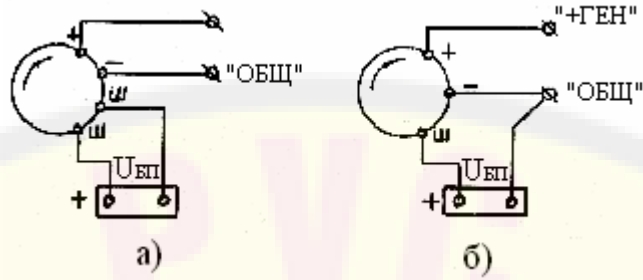

Рис. 9
1. Установите генератор на стенде и соедините ремнем шкив генератора со шкивом электропривода стенда. Натяните ремень. Подключите генератор к стенду, как показано на рис. 9 а и б или 10. Включите электродвигатель. Включить переключатель S4 на предел 0 – 20 В или 0 - 200 В, в зависимости от типа генератора. Включить переключатель S3 в положение «Ur». Плавно поворачивая ручку регулятора источника регулируемого напряжения по часовой стрелке, установите номинальное напряжение на выходе генератора. Проверьте напряжение на обмотке возбуждения, установив переключатель S3 в положение «U_{вп}», и сравните с табличными данными приложения 3.